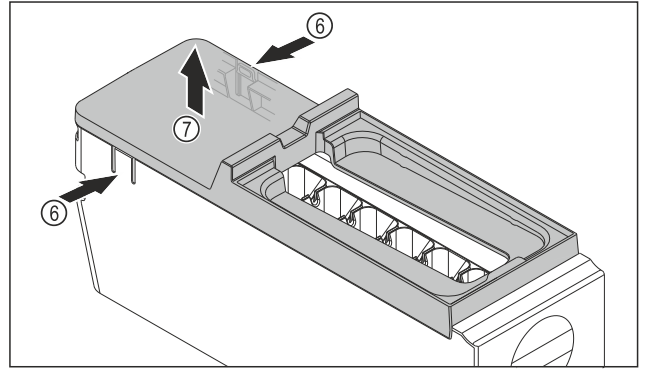

Fig. 112
- ▶ Зняти кришку з корпусу EasyTwist-Ice: натиснути однією рукою на накладку Fig. 112 (6) з обох боків корпусу EasyTwist-Ice.
- ▶ Зняти кришку Fig. 112 (7), потягнувши її вгору іншою рукою.